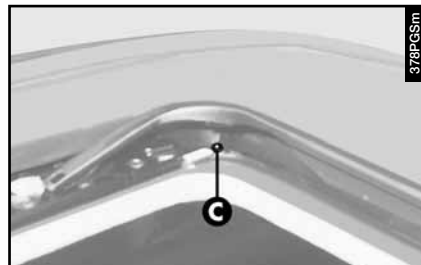

fig. 130
**Controlar periódicamente que los orificios laterales (C-fig. 130) para la descarga del agua están libres.**